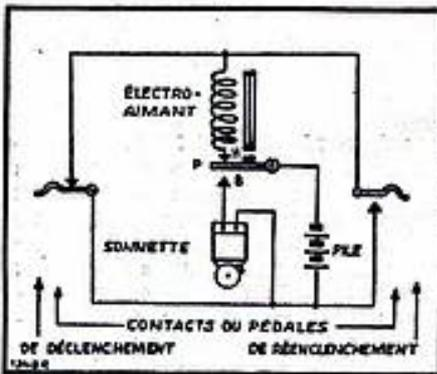

FIG. 1.
**L'alerte aux passages à niveau :** si les heures de passage des circulations constituent une indication, elle n'est pas suffisante, on s'en doute; c'est pourquoi une sonnerie intervient en second lieu comme avertissement. La disposition est celle de la Figure 1. La pédale de gauche, destinée au déclenchement, est manœuvrée à distance convenable, par la circulation.